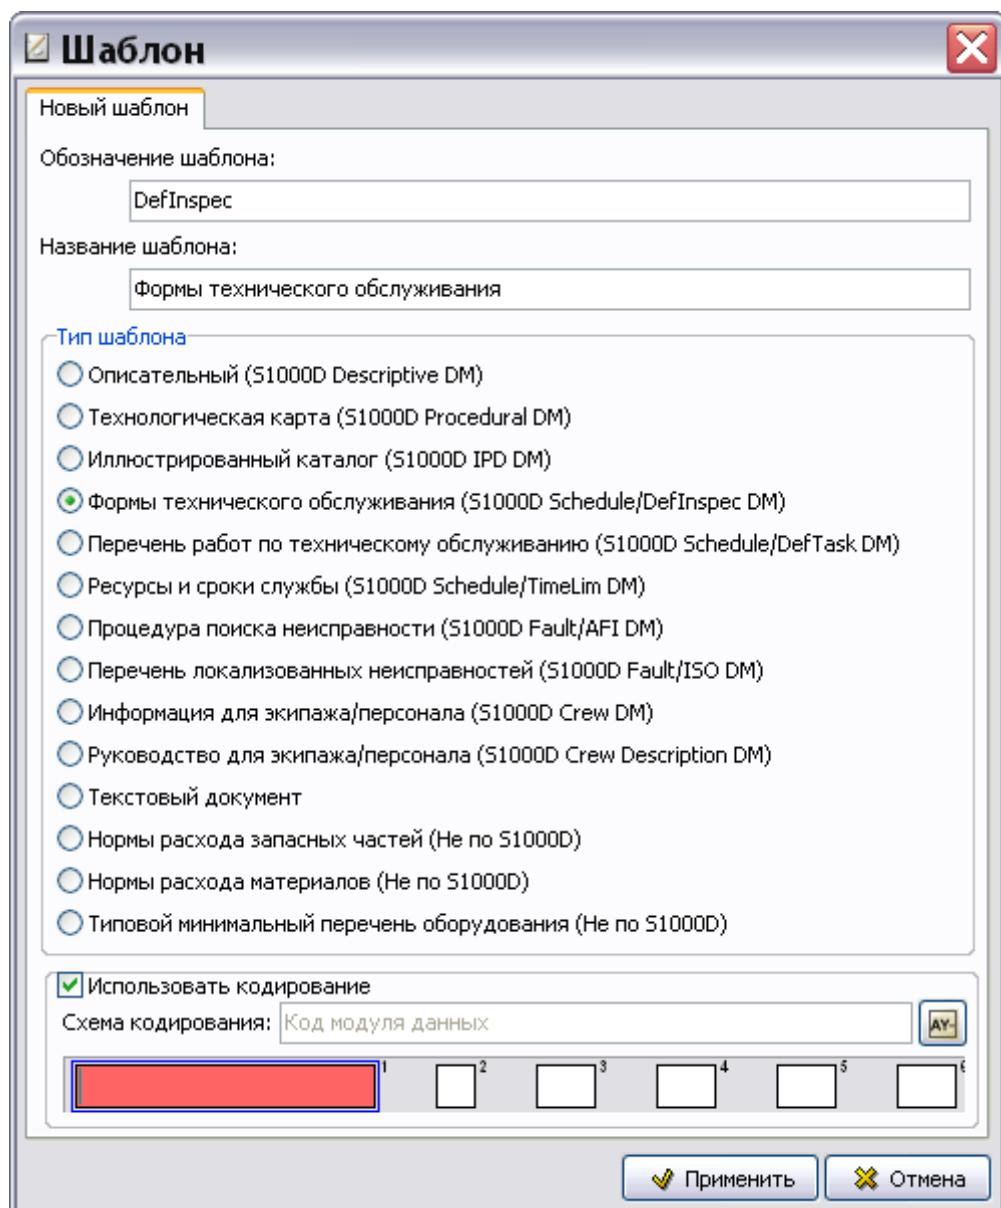

Рис. 3.55
2. В диалоговом окне Шаблон введите обозначение шаблона – «DefInspec» и название – «Формы технического обслуживания» (Рис. 3.55).
3. Укажите тип шаблона «Формы технического обслуживания (S1000D Schedule/DefInspec DM)» (Рис. 3.55).